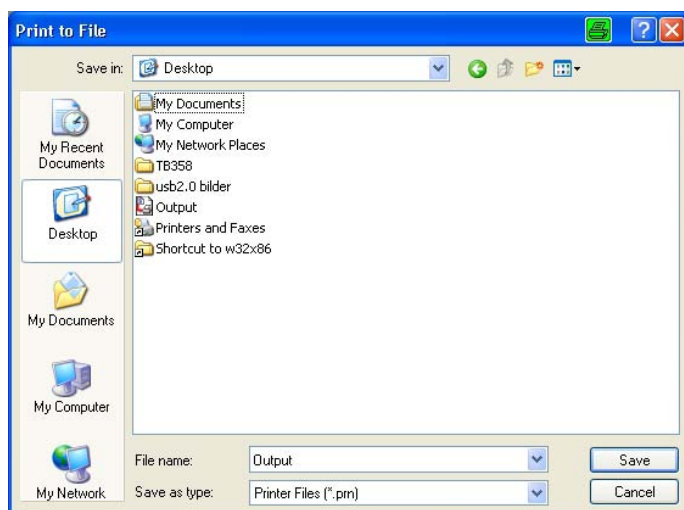

Abbildung 63: Dialogfeld „Ausgabe in Datei umleiten“
- Wählen Sie einen Dateinamen und einen Speicherort zum Speichern der Druckdatei aus. Verwenden Sie den Standarddateityp „.prn“ (Abkürzung für „printable file“) (siehe Abbildung 63).